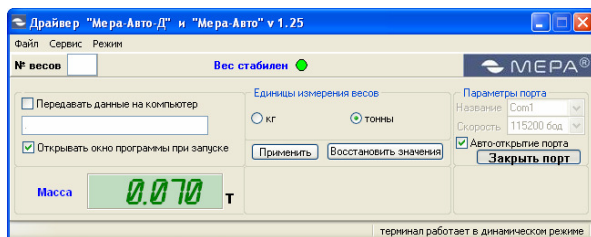

Рис. 2 Рабочая панель Драйвера «Мера-Авто-Д»
- запустить программу **Драйвер «Мера-Авто»** (Рис. 2);